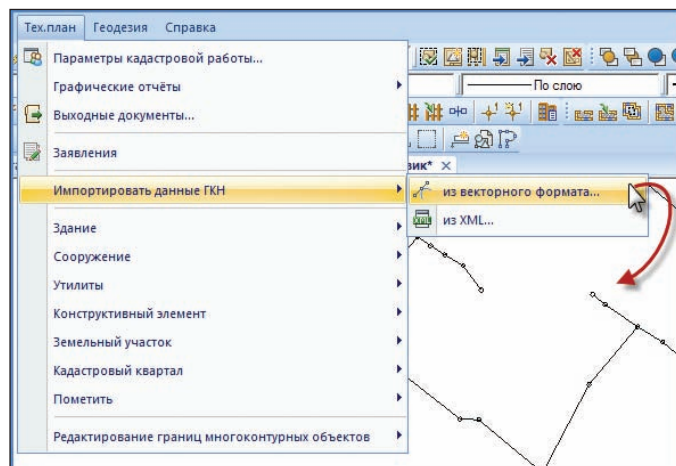

Рис. 2. Импорт данных из векторного формата
2. Для импорта векторных объектов понадобится запустить команду *Импорт данных ГКН из векторного формата* (рис. 2) и выбрать источник данных – файл *.dwg. Результатом импорта станут векторные объекты, которые